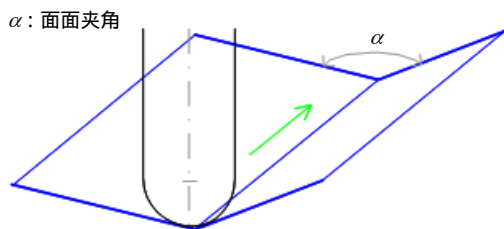

图 7-102 面面夹角
- 【面面夹角】：定义两平面之间的夹角，如图 7-102 所示。如果面面夹角大于该值时不在此处做出补加工轨迹。所以系统计算出的面面之间的夹角小于面面夹角的凹棱线处才会做出补加工轨迹。范围 $0^\circ \leq \text{面面夹角} \leq 180^\circ$ 。